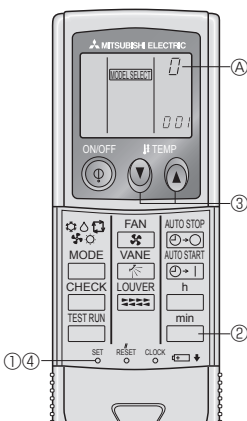

Fig. 6-4
4) Programmation des numéros de paires de la télécommande sans fil infrarouge. (Fig. 6-4)
- ① Appuyer sur le bouton SET à l'aide d'un objet pointu. Commencer cette opération avec l'affichage de la télécommande sans fil infrarouge désactivée. **MODEL SELECT** clignote et le numéro du modèle s'allume.
- ② Appuyer deux fois sans relâcher sur le bouton min. Le numéro "0" clignote.
- ③ Appuyer sur le bouton temp (②) (④) pour attribuer le numéro de paires de votre choix. Si l'opération est erronée, appuyer sur la touche ON/OFF (⑤) et recommencer à partir du point ②.
- ④ Appuyer sur le bouton SET à l'aide d'un objet pointu. Le numéro de paires attribué s'allume pendant trois secondes puis s'éteint.
④ Numéro de paire de la télécommande sans fil infrarouge	Carte à circuit imprimé intérieure